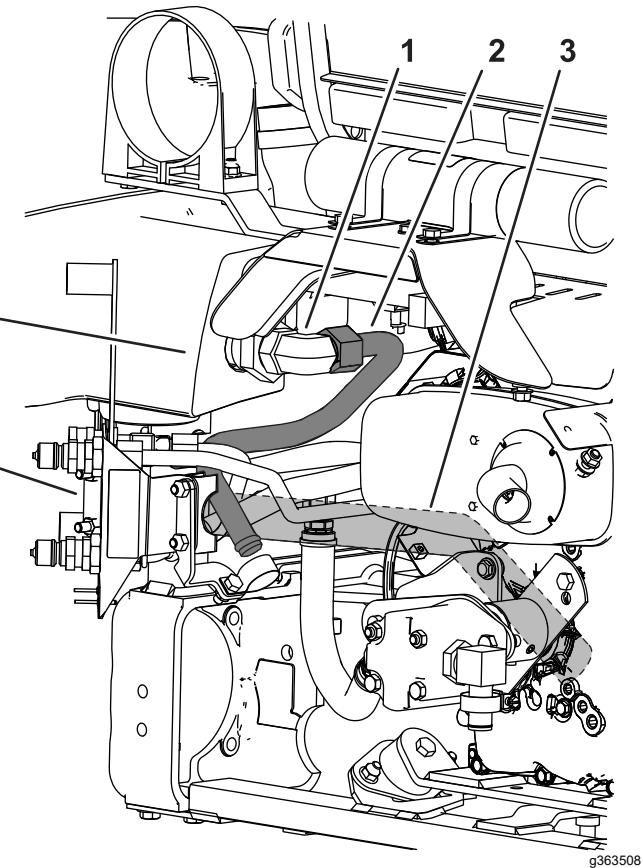

Figura 25
4. Posizionate il tubo idraulico numero 3 sulla macchina come illustrato in Figura 25.
5. Collegate il tubo idraulico numero 3 al gomito grande a 90° montato sulla succiheruola e sul serbatoio idraulico (Figura 25).